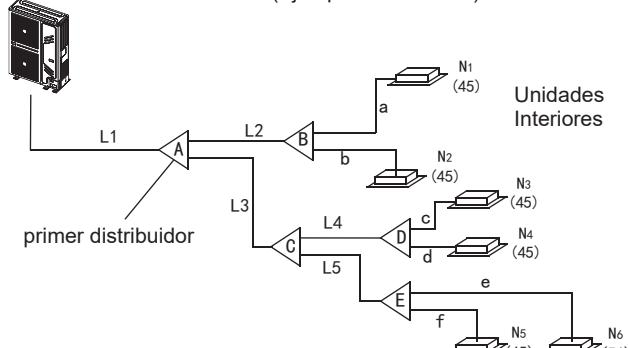

Fig. 4-5
- 2) Ejemplo: En la Fig.4-5, la capacidad total aguas abajo de la tubería L2 es de $45 \times 2 = 90$, por lo que según la Tabla 4.4, el diámetro de gas / líquido de L2 será: $\Phi 15.9\text{ (5/8") / } \Phi 9.5\text{ (3/8")}$.